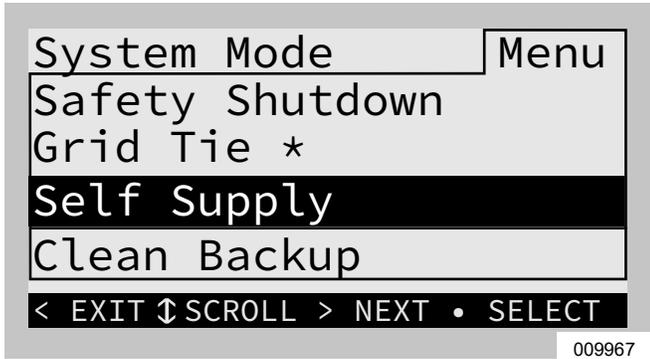

Figura 3-5. Selección de modos de sistema (3 de 5)
- Consulte la **Figura 3-5**. Use las flechas hacia arriba y hacia abajo para resaltar el modo deseado y presione el botón central para seleccionar.